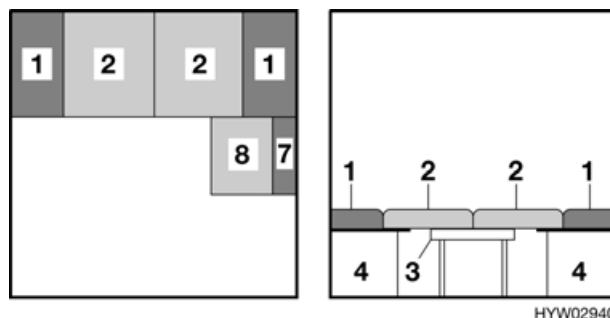

Bild 54 Nach dem Umbau
- Die Rückenpolster (Bild 54,1) an die Außenwand legen. Keilform beachten.
- Die beiden Sitzpolster (Bild 54,2) zwischen die Rückenpolster drücken.